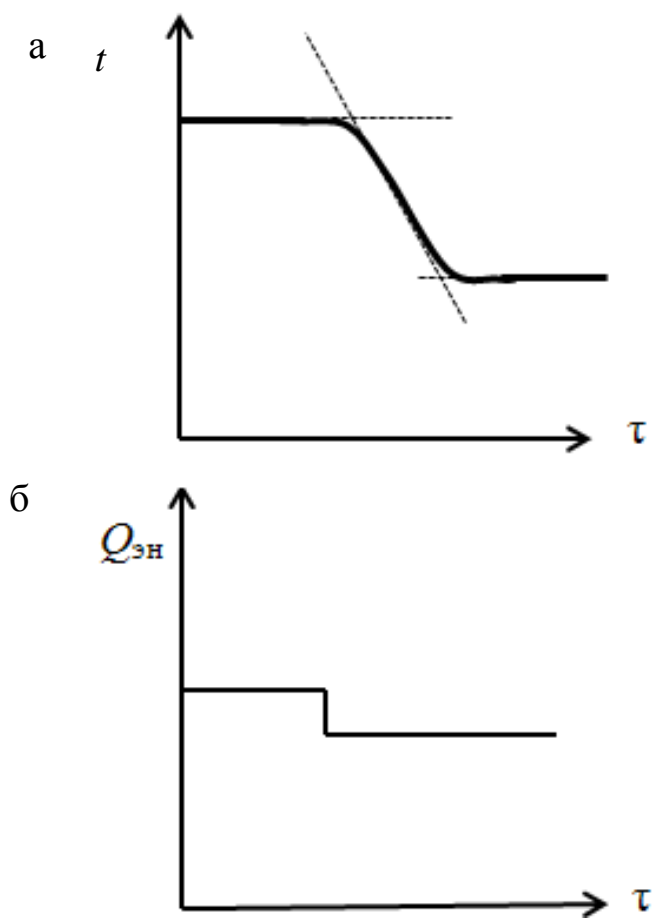

Рис. 1
5. Укажите на кривой разгона объекта (рис. 1 а, б) динамический параметр объекта – постоянную времени объекта $T_{об}$.